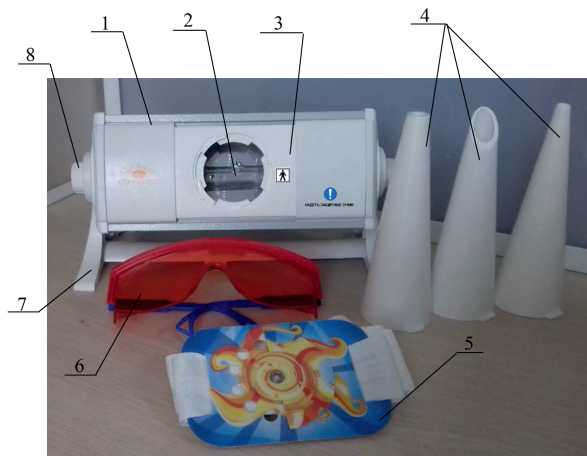

Рисунок 2
6.2. Облучатель в вариантах исполнения ОУФ-10-1А «Солнышко», ОУФ-10-2А «Солнышко» [см. рисунок 2] конструктивно выполнен в корпусе из алюминиевого сплава (1), в котором установлена УФ-лампа (2), являющаяся источником ультрафиолетового излучения. Для защиты глаз от ультрафиолетового излучения пациента и медицинского персонала во время проведения лечебных процедур применяются очки защитные (6).